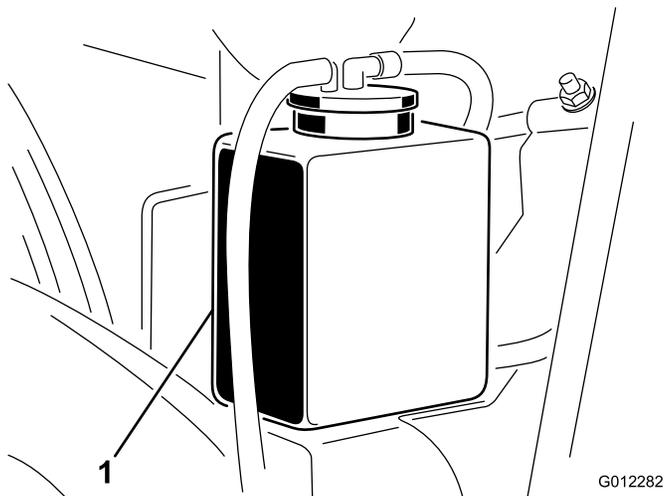
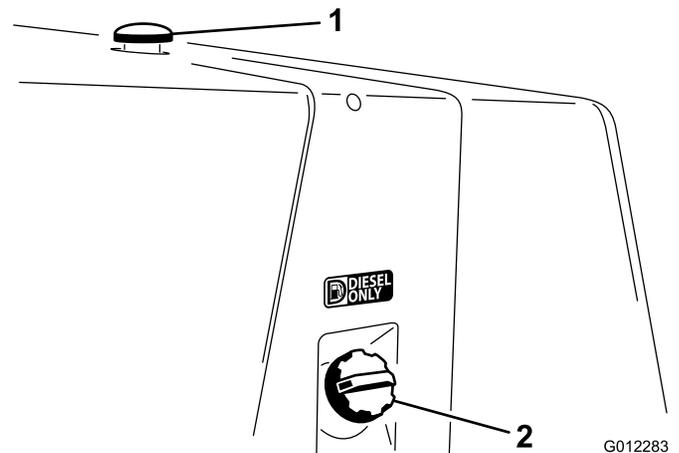

Figura 12
Figura 13
1. Retire cuidadosamente a tampa do radiador (Figura 13) e a tampa do depósito de expansão (Figura 12).
2. Verifique o nível de líquido de arrefecimento do radiador. O radiador deve ser enchido de líquido até ao cimo do tubo de enchimento e o nível de líquido no depósito de expansão deve atingir as marcas de lado (Figura 12).
3. Retire a tampa do depósito de combustível (Figura 13).